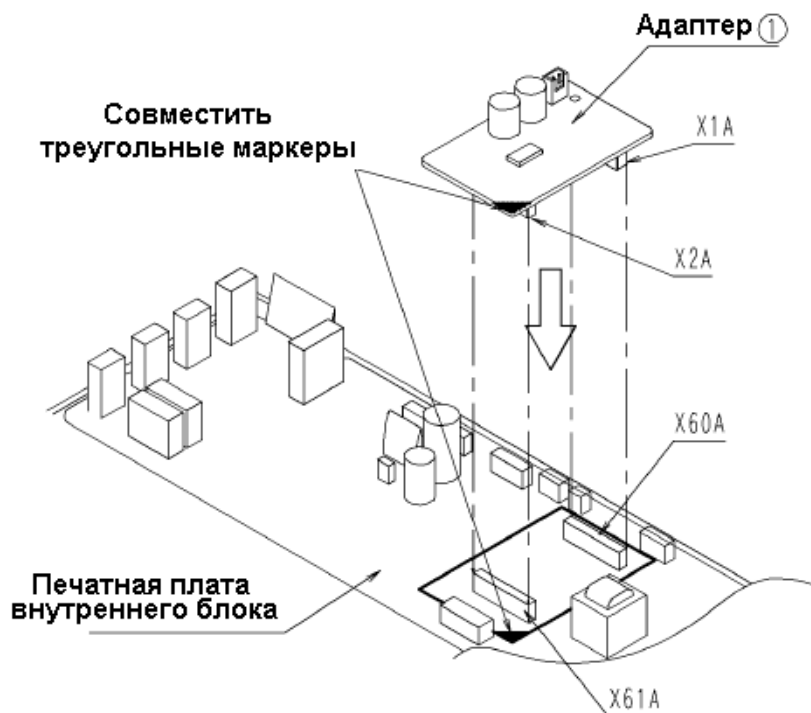

Рис.1
- Установите адаптер (1) на печатной плате внутреннего блока, совместив треугольные маркеры (рис. 1).
- Установите адаптер (1) на печатной плате внутреннего блока, совместив треугольные маркеры (рис. 1 из раздела 2. ЭЛЕКТРОМОНТАЖ ДЛЯ МОДЕЛЕЙ FFQ).